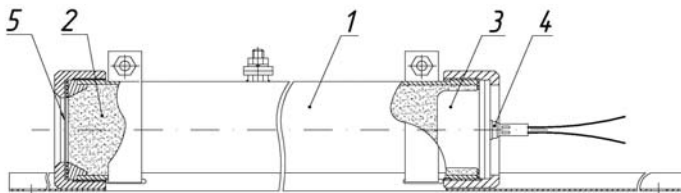
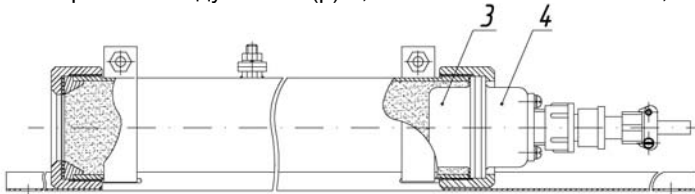

Рисунок 2.1 – Устройство модуля МПП(р)-0,3-И-ГЭ-УХЛ 3.1 «БУРАН-0,3»
Рисунок 2.2 – Устройство модулей:
4.1 Модуль (см. рис.2.1, рис.2.2) состоит из стального корпуса 1, заполненного огнетушащим порошком 2, газогенерирующего элемента 3, устройства запуска 4, разрывной мембраны 5 с насечками.
Остальное - см. рисунок 2.1.